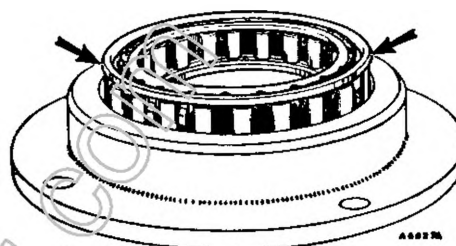

Fig. Fa. 64
6. Rimontare il cuscinetto reggispinta, l'anello intermedio di richiamo, la ruota libera della prima (bordo rivolto verso l'esterno - vedi Fig. Fa. 64) indi rimontare l'anello elastico.